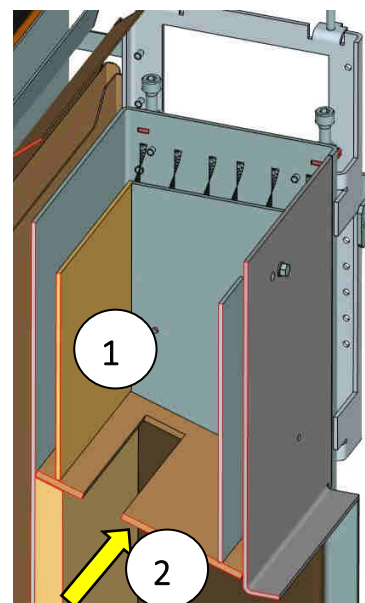

Abb. 57: Ascheraum oben
5. Den Raum oberhalb der Umlenkplatte von Flugasche säubern (Abb. 57 Pos.1). Hier lagern sich große Mengen an Flugasche ab. Die Umlenkplatte (Abb. 57 Pos.2) bei Bedarf (starker Verzug / Beschädigungen / Verschleiß) ersetzen.